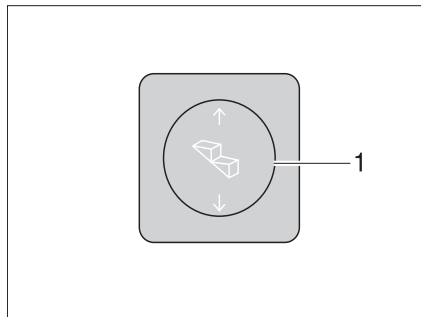

Fig. 8 Commutateur de commande du marchepied
- Appuyer sur le commutateur à bascule (Fig. 8,1) vers le bas jusqu'à ce que le marchepied soit entièrement sorti.
- Appuyer sur le commutateur à bascule (Fig. 8,1) vers le haut jusqu'à ce que le marchepied soit entièrement ressorti.